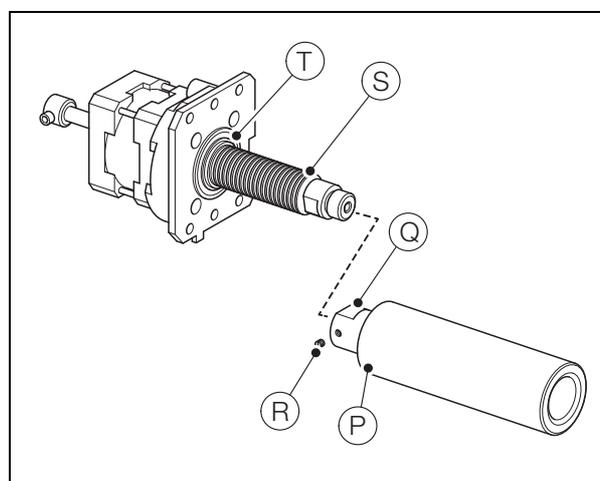

Abb. 13.15 Zerlegen/Wiederaufbau des Kolbens
8. Siehe Abb. 13.15:
- Schieben Sie das Probenrohr (P) von der Kolbenbaugruppe (Q). Entsorgen Sie das Probenrohr.
- Lösen Sie die Haltemadenschraube (R), schrauben Sie die Kolbenbaugruppe (Q) von der Kolbenwelle (S) ab und entsorgen Sie die Kolbenbaugruppe.
- Entfernen Sie den O-Ring (T) von der Basis der Motormontageplatte und entsorgen Sie ihn.
- Bauen Sie einen neuen O-Ring (T) ein und achten Sie dabei darauf, dass er ordnungsgemäß in die Nut an der Basis der Motormontageplatte eingelegt ist.
- Schrauben Sie die neue Baugruppe des Kolbens (Q) und des Probenrohrs (P) auf die Kolbenwelle (S) und ziehen Sie die Haltemadenschraube (R) an.
- Schieben Sie das Probenrohr (P) hoch bis zum O-Ring (T).